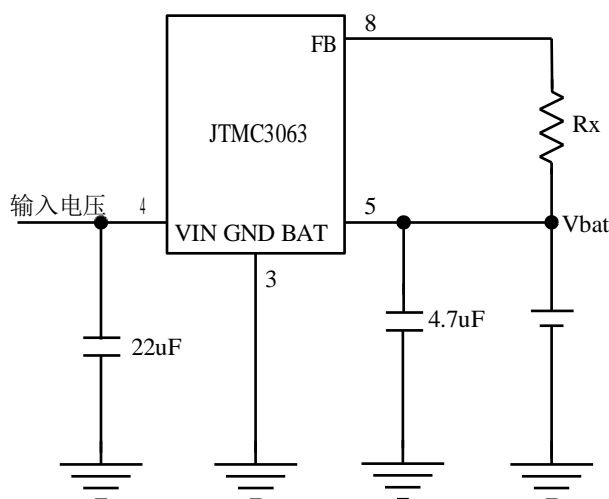

图5 调整恒压充电电压
如果在 JTMC3063 的电池电压 Kelvin 检测输入端 (FB) 和电池正极之间接一个电阻，可以提高电池正极的恒压充电电压，如图 5 所示。
如果采用图 5 中的连接方式，那么在电池的正极电压 V_{bat} 为：